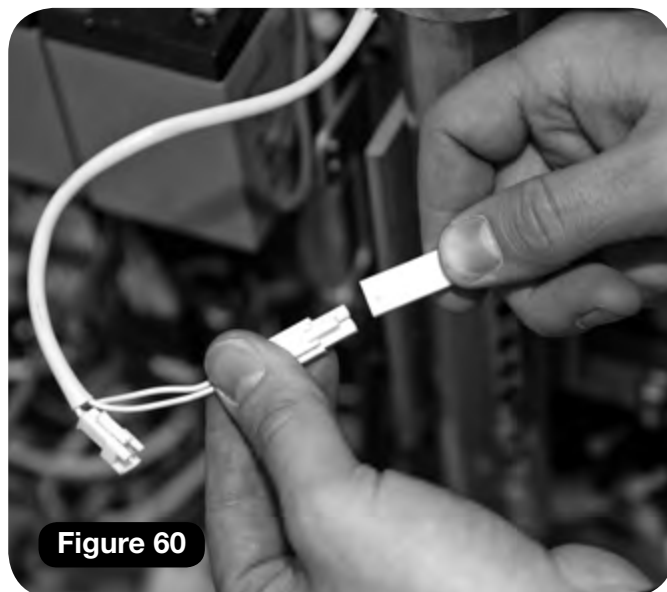

Figure 60
- Connectez le siège sur le connecteur du faisceau du bouton de pivotement (blanc) (**Figure 60**).